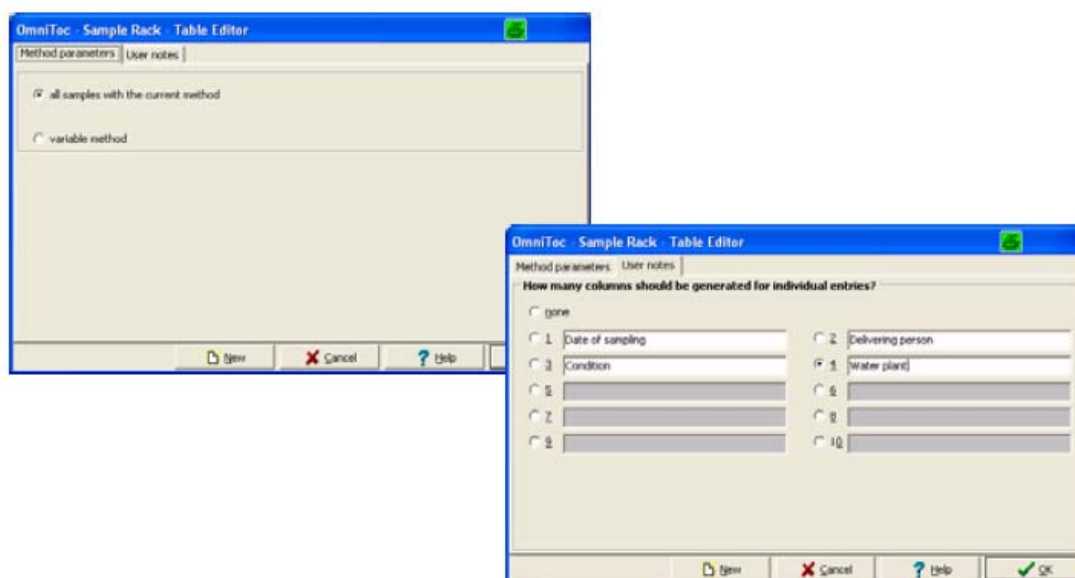

图40 Sample Rack Table Editor（样品架表编辑器）
5. 选择**Rack Table>New**（样品架表>新建）打开一个**Sample Rack Table Editor**（样品架表编辑器）窗口（图40）。在**Method Parameters**（方法参数）选项卡下，选择是否所有样品都用当前方法进行处理或者用不同的方法进行处理。